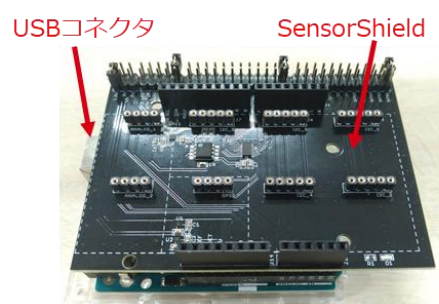

図 2 Arduino と SensorShield の接続
1. Arduino と SensorShield の接続 (図 2)